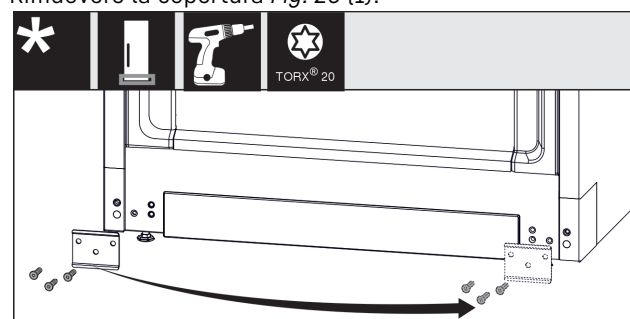

Fig. 21
- Svitare la lamiera Fig. 21 (1), girarla sull'alto lato e riavvitarla.